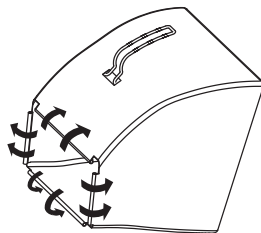

Fig.9
- > Insérez le cadre dans le bac de récupération du gazon [6] et attachez la pince en caoutchouc au cadre métallique (Fig. 9).